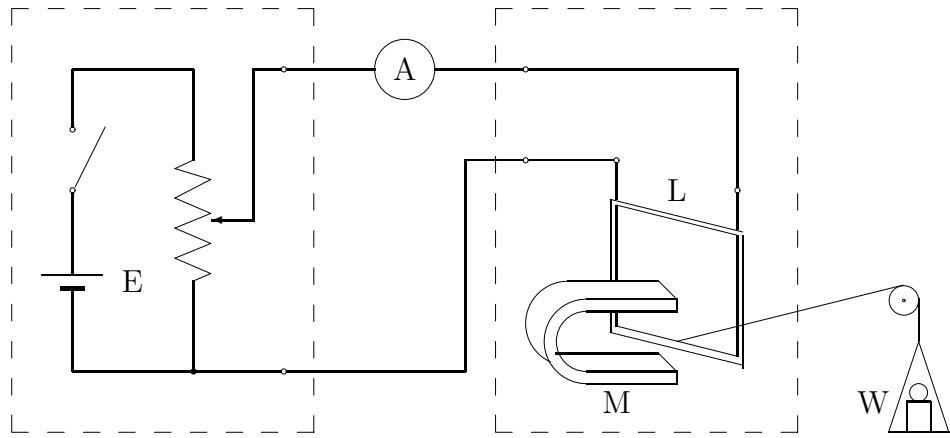

図 19.3: 電磁力を測定する結線図
- コイルの導線の長さの測定は、コイルを回路(図19.3 電磁力を測定する結線図)から外した状態で行っても良い。